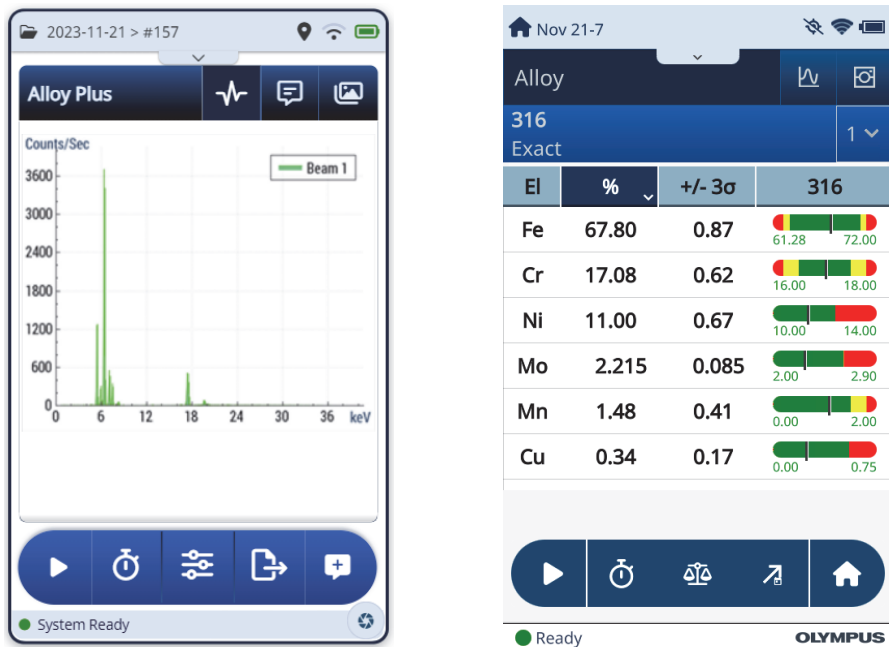

图 3-15 检测开始与检测完成的屏幕
1. 浏览到**检测**屏幕（参见第75页的图 3-15）。
4. 当检测完成时，敲击化学成分、频谱、注释或图像栏，可以展开相关的视图（参见第75页的图 3-15）。